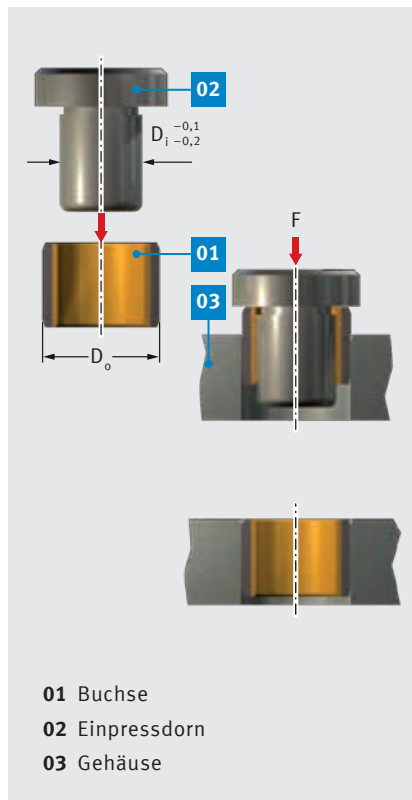

Abb. 52: Bündig einpressen  $D_o \leq 55$  mm
- bündiges Einpressen mit Dorn ohne Hilfsring gemäß Abb. 52